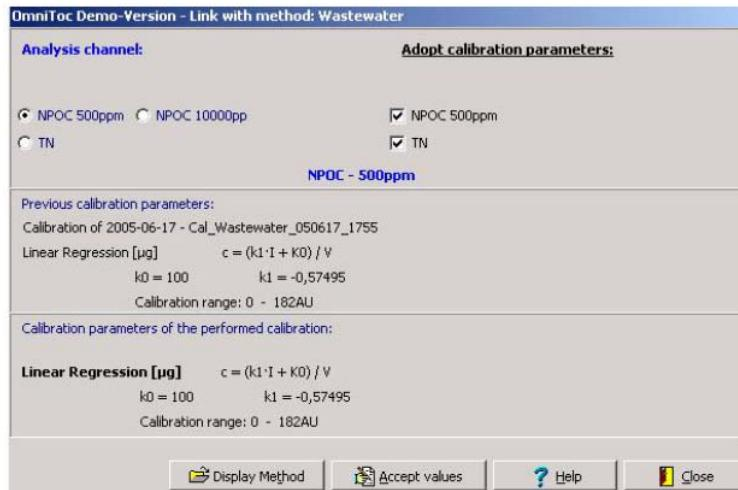

图48 **Link with Method**（与方法相连）窗口——**Adopt Calibration Parameters**（选定标定参数）
- Link with Method**（与方法相连）窗口打开（图48）。之前的标定系数和最新确定的标定系数显示并比较。